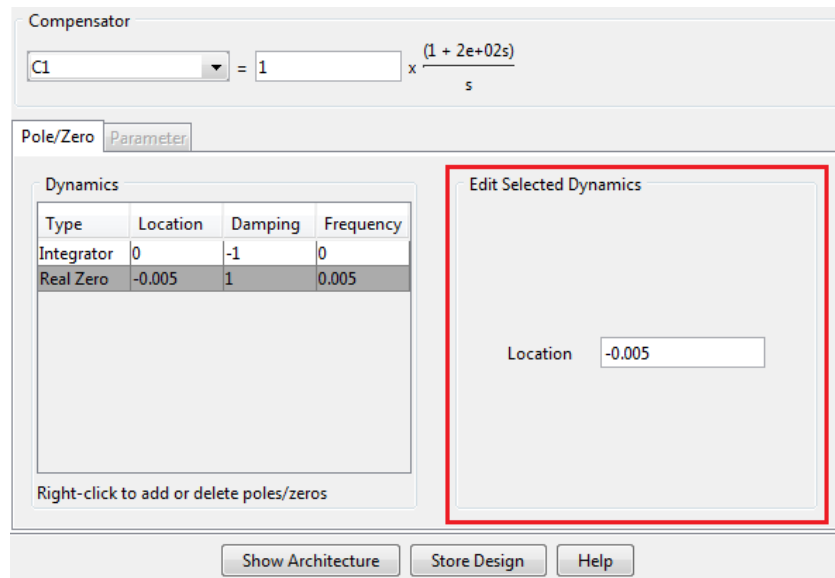

Figura 90. Modificación Posición cero real Velocidad y Posición y resultado sintonización.
- Modifique su localización haciendo click sobre él, probando uno a uno los posibles valores en el recuadro *location* de color rojo de la Figura 90. Se intenta acercar lo más posible el cero al origen para mejorar los tiempos de respuesta del sistema y mejorar su ganancia, para el motor ejemplarizado este valor es de 0.005.
- Se abrirá la pantalla principal de la herramienta, escoja la arquitectura para el controlador PID de Posición y Velocidad haciendo click en la opción *Control Architecture* recuadro azul Figura 90, se abrirá la pantalla para escoger el tipo de arquitectura.